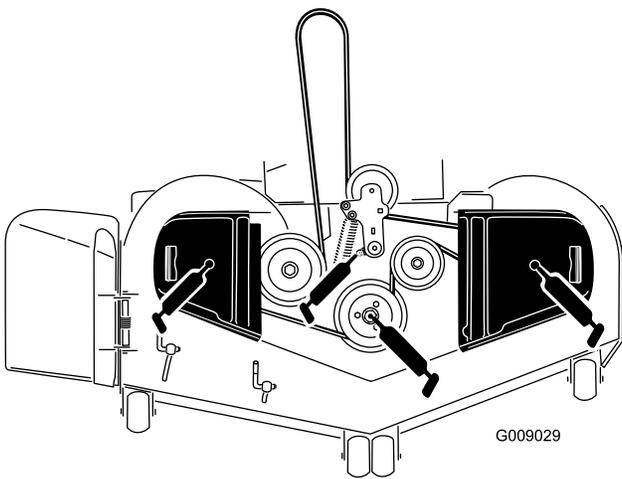

Figure 42
3. Graissez le pivot de la poulie de tension du tablier de coupe jusqu'à ce que la graisse ressorte par le bas (Figure 42).
5. Pour les tabliers de coupe de 183 cm (72 po) seulement, lubrifiez les roulements des 3 axes jusqu'à ce que la graisse ressorte par les joints inférieurs (Figure 42).
6. Graissez le bras de la poulie de tension de la courroie d'entraînement (Figure 42).